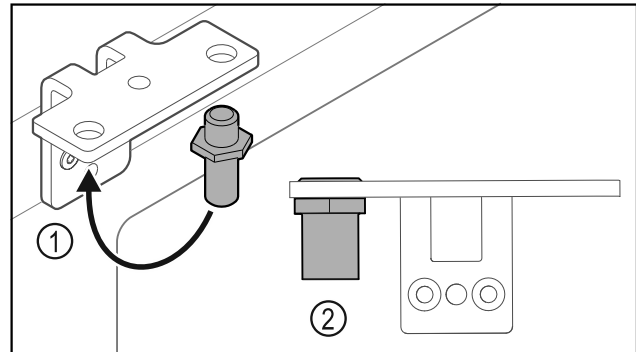

Fig. 23
- Přesadte čep Fig. 23 (1) v úhelníku závěsu.
- Utáhněte čep Fig. 23 (2) **utahovacím momentem 12 Nm**.